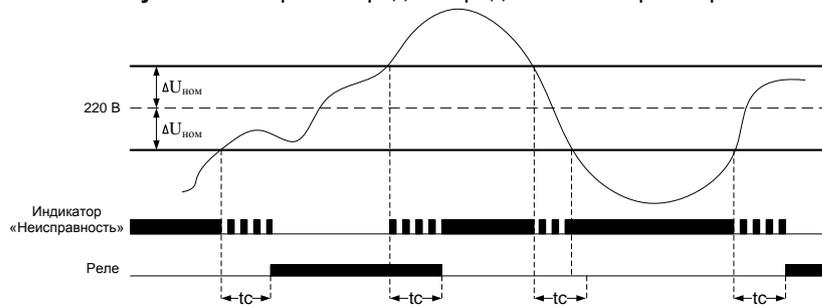

Рисунок 3. Контроль напряжения фазы
- Максимально допустимое отклонение напряжения выставляется потенциометром 2 (см. рис. 3). $\Delta U_{\text{ном}}$ определяет одновременно верхний и нижний пороги срабатывания. Таким образом, входное напряжение будет считаться допустимым в диапазоне от $(220 - \Delta U_{\text{ном}})$ В до $(220 + \Delta U_{\text{ном}})$ В. $\Delta U_{\text{ном}}$ может принимать значения от 0 В (крайнее левое положение потенциометра) до 80 В (крайнее правое положение потенциометра).
- Время интегрирования неисправности (время задержки срабатывания) выставляется регулятором 3 (см. рис. 3). t_c определяет время накопления неисправности (восстановления) и может принимать значения от 0 с (крайнее левое положение потенциометра) до 16 с (крайнее правое положение потенциометра).